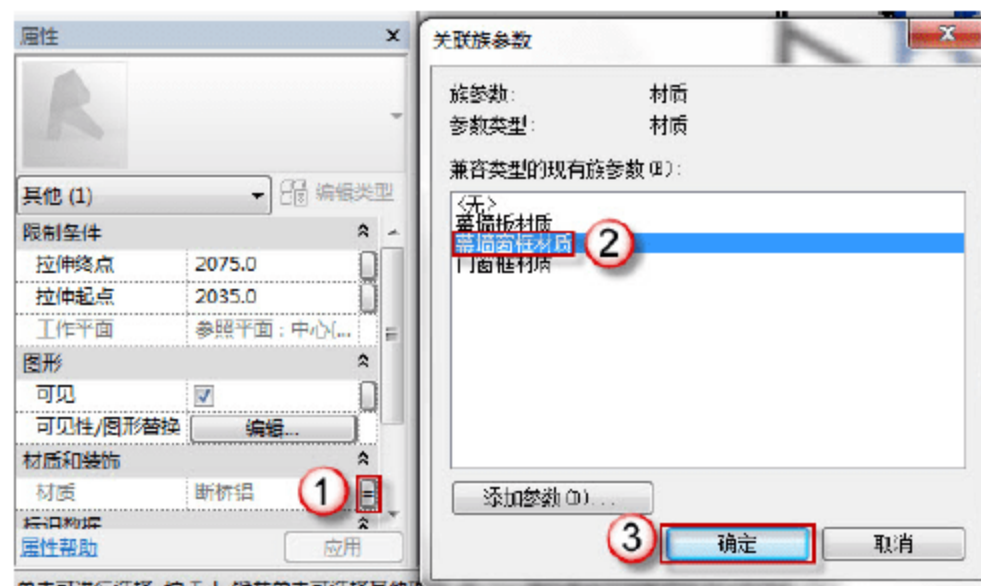

图 7.2.43 添加 MQ7196 转角幕墙窗框材质
(17) 添加 MQ7196 转角幕墙窗框材质。选择 MQ7196 幕墙窗框，在 MQ7196 幕墙窗框的“属性”面板中，单击“材质和装饰”栏“材质”右侧的空白按钮，弹出“关联族参数”对话框，在列表框中选择“幕墙窗框材质”选项，单击“确定”按钮，如图 7.2.43 所示。